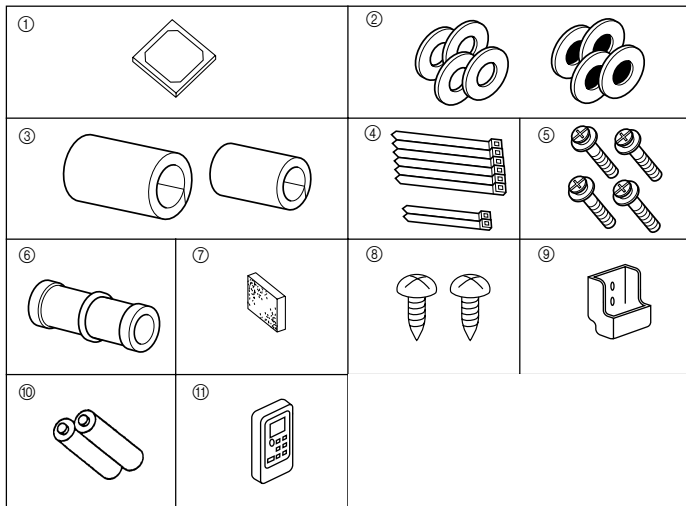

Fig. 4-1
4.1. Vérifier les accessoires qui accompagnent l'appareil intérieure (Fig. 4-1)